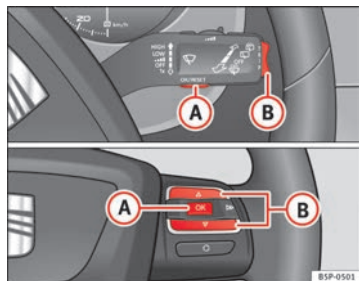

Fig. 41 Teclas basculantes A y B. Mandos en volante.
- Con el encendido conectado, pulse brevemente la tecla **⇒ fig. 41 A** de la palanca del limpiacristales para cambiar de una memoria a otra o pulse la tecla **A** de los mandos al volante **⇒ fig. 41**.